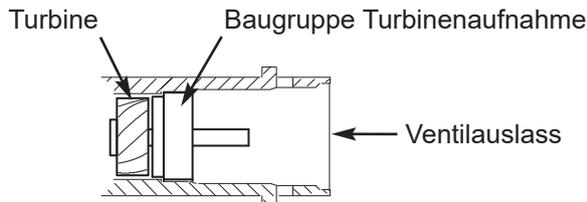

Abb. 9
3. Stellen Sie sicher, dass sich die Turbinenbaugruppe am Auslassanschluss des Ventils frei drehen lässt (siehe Abb. 9).